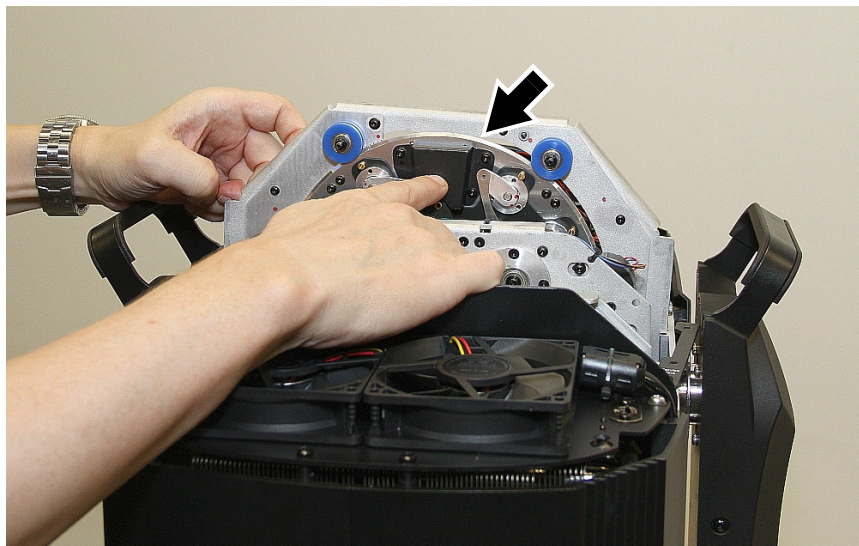

Bild 25: Orientierung des Blendenschiebermoduls beim Entfernen aus dem Kopf
8. Schieben Sie den Fokusschlitten mit einer Hand nach vorne, zur Frontlinse. Heben Sie mit der anderen Hand das Blendenschiebermodul (oder das Gaborad 3-Modul) aus dem Kopf, wenn Sie einen Profile in einen Performance (einen Performance in einen Profile) umbauen. Siehe Bild 25. Drehen Sie das Blendenschiebermodul beim Herausziehen. Die schwarze Ankerplatte (Pfeil) muss nach oben zeigen, anderenfalls können Sie das Modul nicht entfernen. Achten Sie auf Freigang des Kabelbaums, um seine Leitungen nicht zu beschädigen.